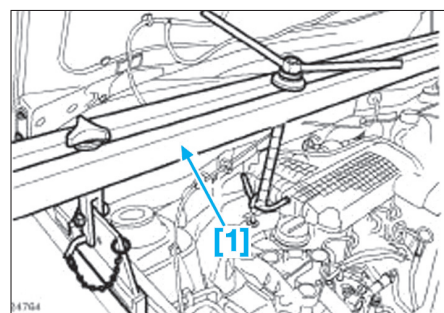

Fig. 43
- Mettre en place l'outil [1] sur le véhicule et arrimer le moteur par la patte de levage côté distribution (Fig.43).